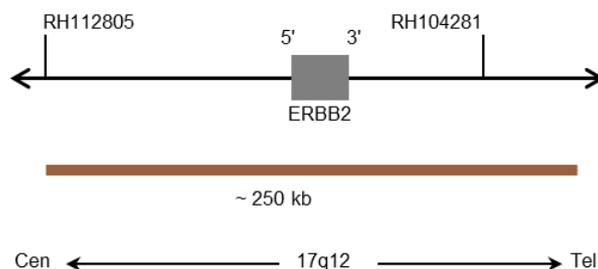

Fig. 1: ERBB2 Mappa della sonda (non in scala)
- Polinucleotidi marcati con digossigenina (~1,8 ng/μl), che hanno come bersaglio sequenze mappate in 17q12* (chr17:37,725,661-37,973,541) che ospitano la regione del gene ERBB2 (vedere Fig. 1).